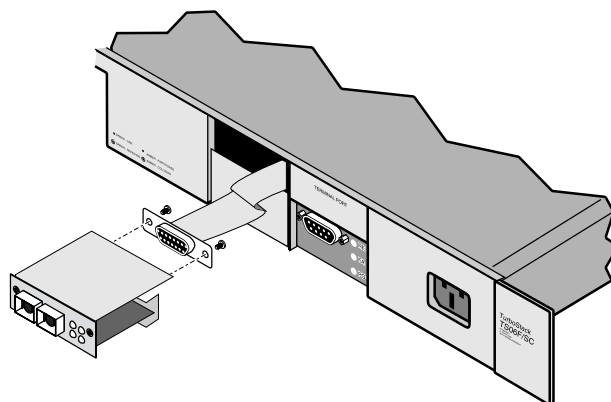

図 4.9 AUI コネクタへの取り付け
3. 図 4.9に示すように、取り替え用のバックボーンポートのオプションに AUI コネクタを差し込んだ後、皿ネジで両脇を固定します。その際にあまり強く閉めすぎないように注意してください。